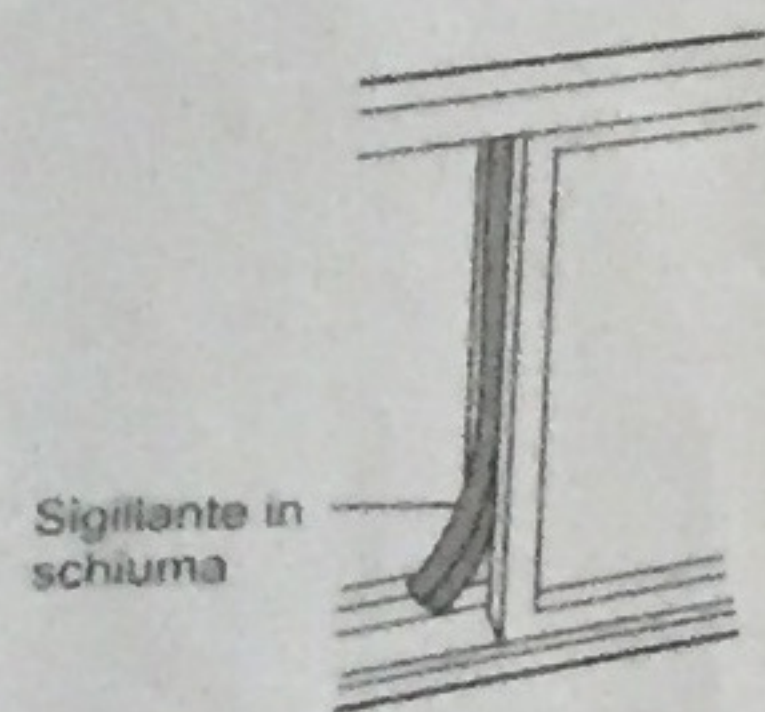

Fig. 17
5. Tagliare il sigillante in schiuma della lunghezza adeguata e sigillare lo spazio aperto tra il telaio della finestra superiore e quello della finestra esterna. Come mostrato in Fig. 17.